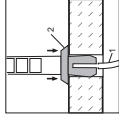
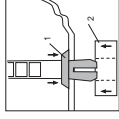

Abbildung 4a
Abbildung 4b
2. Stecken Sie die Leuchte mit den Anschlusskabeln und dem Montagfuß durch die Bohrung (Abbildung 4a). Bei einer Anlagenspannung bis 4 mm Stärke stecken Sie bitte den Halterung (Verpackungshilfe) von unten auf den Steckfuß (Abbildung 4b).